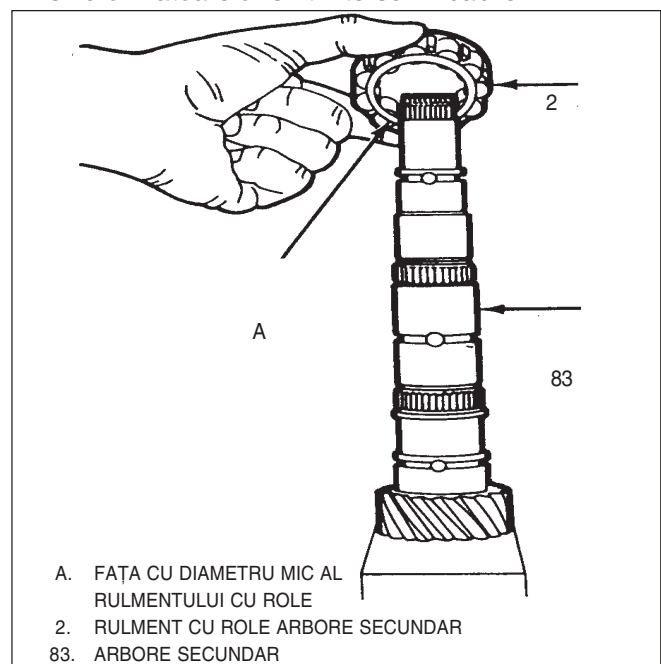
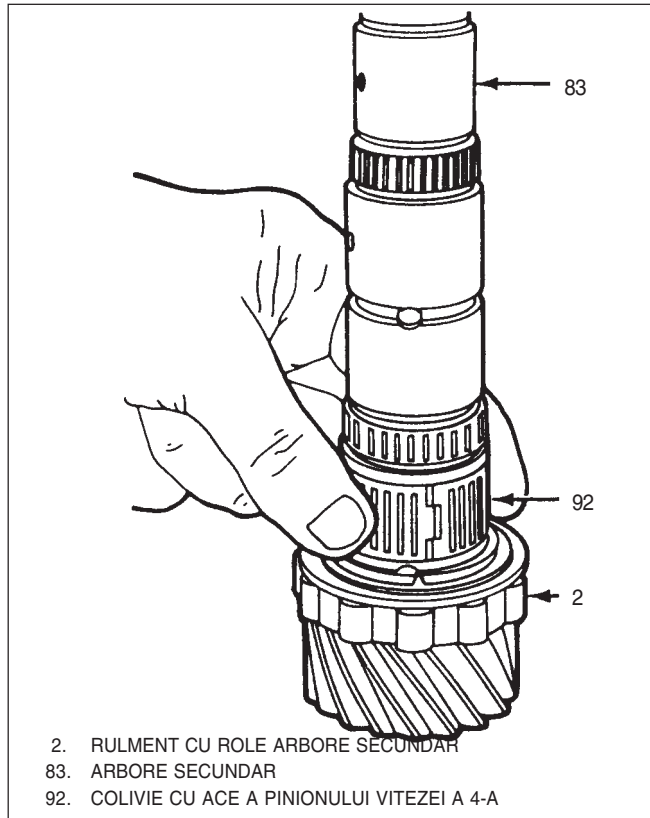

Fig. 34 Montare rulment arbore secundar
Fig. 35 Montare colivie cu ace pinion viteza a 4-a
Montare sau conectare(Fig 34 ÷ 38, 41 ÷ 44, 48, 52, 55, 56 și 57)
- 2) Rulment cu role arbore secundar(2) pe arborele secundar(83), Fig 34.
- 3) Semiinele(3) și inel(5).
- 4) Colivie cu ace pinion viteza a 4-a(92), Fig 35.
- 5) Pinion viteza a 4-a(6) și inel sincronizator3-4(7) pe arborele secundar(83).